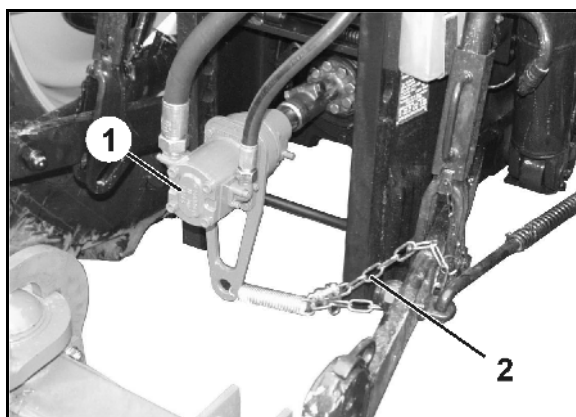

Рис. 22
Подсоедините съёмный гидравлический насос (Рис. 22/1)
3. Подвесьте съёмный гидравлический насос на цепь (Рис. 22/2) для предотвращения его падения!